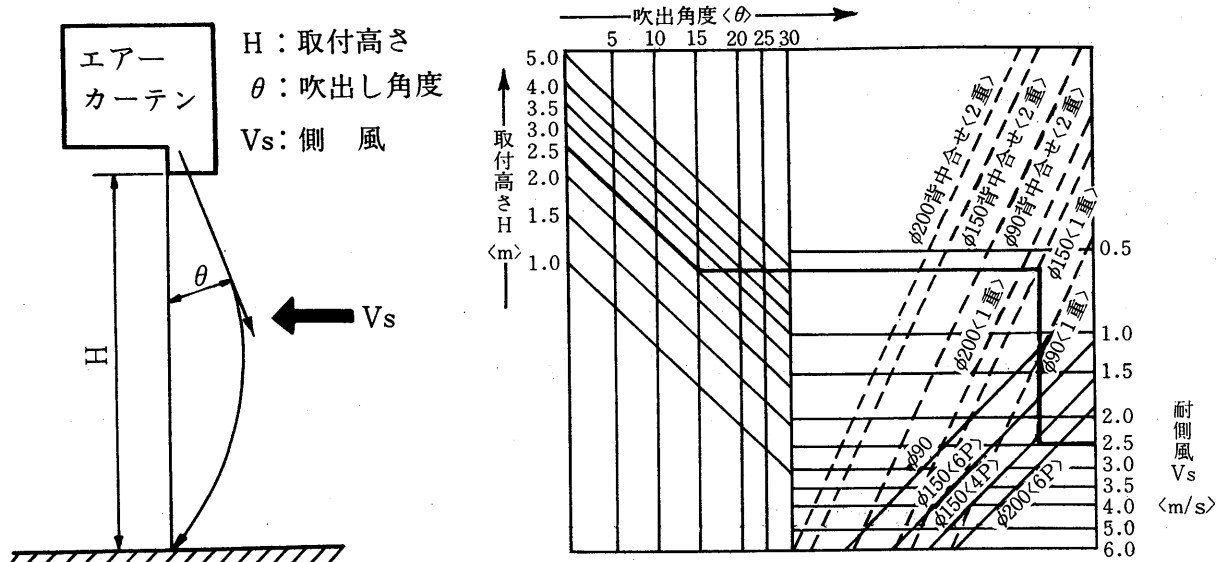

図2 耐側風線図
(6) 側風〈外気風〉の強さによる選定
- エアーカーテンの各シリーズは、表2の風速までしゃ断できますので、外気風のある場所では、表2、又は図2耐側風線図を参考に選定してください。